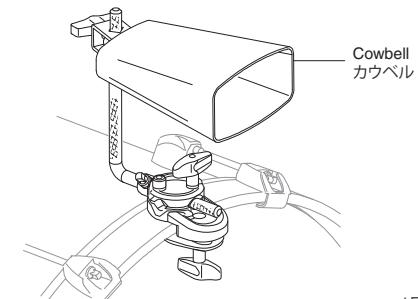

Fig. 3 / 図3
- Attach a Cowbell, Block, or other Accessory to the L-Rod as shown (Fig.3) and secure it in the desired position.
カウベル等のアクセサリー類を取り付け、好みの位置に調整してください (図 3)。